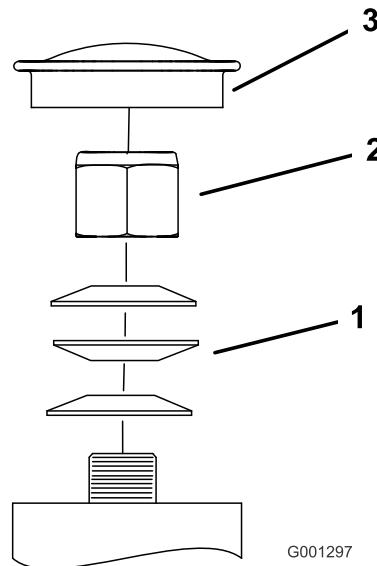

Bild 73
3. Entfernen Sie den Staubdeckel vom Laufrad und ziehen Sie die Sicherungsmutter an (Bild 73).
4. Ziehen Sie die Sicherungsmutter so weit fest, dass die Federscheiben flach liegen und schrauben dann um Viertelumdrehung zurück, um die Lager richtig vorzuspannen (Bild 73).
Wichtig: Achten Sie darauf, dass die Federscheiben richtig eingesetzt sind, siehe Bild 73.
5. Setzen Sie den Staubdeckel auf (Bild 73).